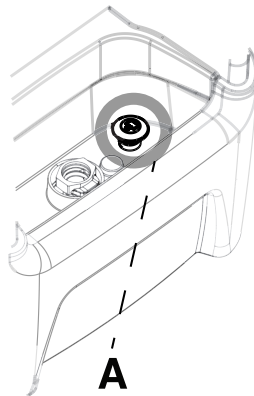

Figura 4-24: Tapón de desagüe
3. Para vaciar el controlador, empuje hacia arriba el tapón de desagüe del controlador (A) para abrir el desagüe (Figura 4-24 de la página 4-44). Deje el desagüe abierto.